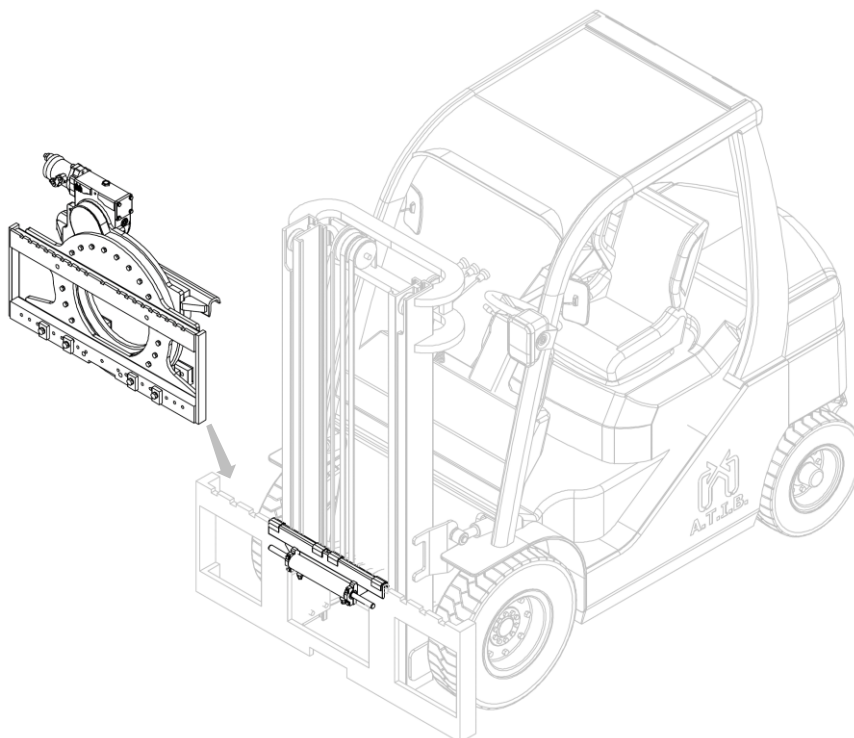

Abbildung 10
7. Hängen Sie das Gerät mit einem Brückenkran oder einem Flasenzug an den Doppelhaken, achten Sie dabei darauf, dass das Gerät korrekt positioniert ist (siehe *Abbildung 10*).